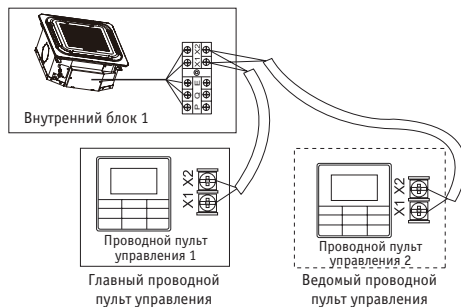

Рис. 8.7
- Используйте один проводной пульт управления для управления одним внутренним блоком или два проводных пульта управления (один главный и один ведомый пульт) для управления одним внутренним блоком (см. рисунок 8.7).